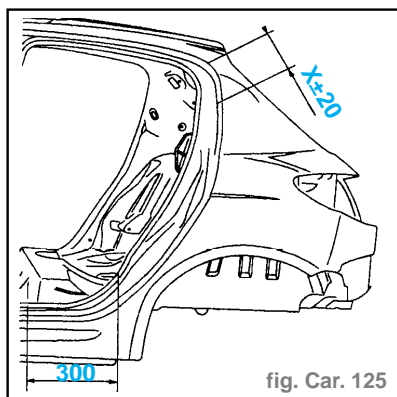

fig. Car. 125
- Tracer puis découper l'aile à l'aide d'une meule épaisseur **1 mm** (coupe provisoire) (fig. Car. 125).